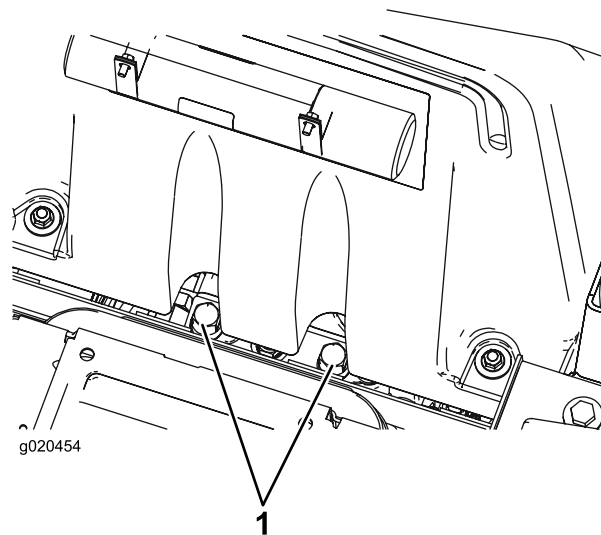

Figura 55
1. Sollevate il sedile. Le valvole di bypass sono posizionate sotto la parte anteriore del serbatoio (Figura 55).